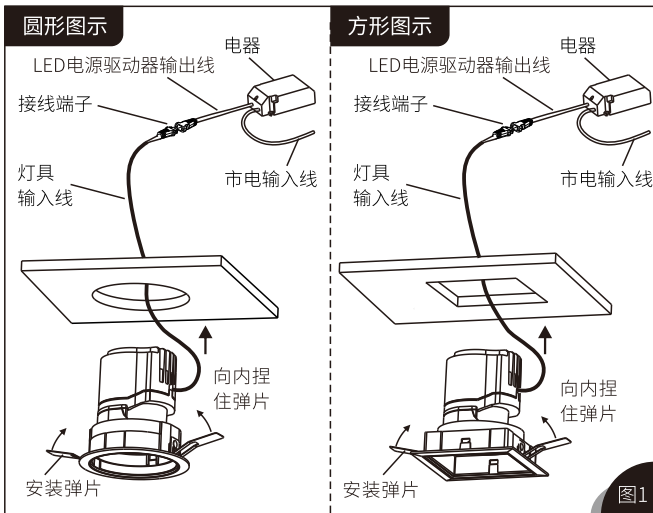

图1
3. 向内侧捏住安裝彈片, 将灯体装入天花板的开孔内, 如图1;